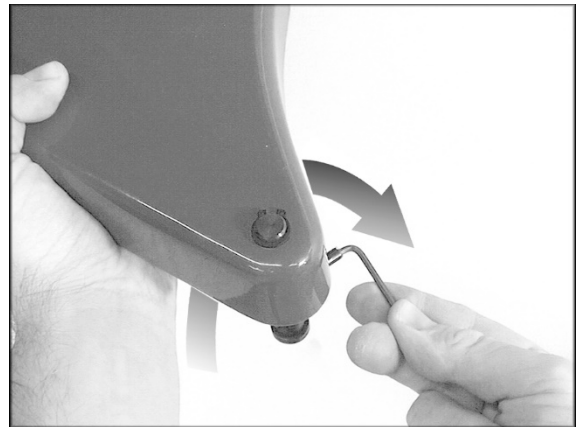

Рис. 6-2
2. С помощью ключа поверните штифт по часовой стрелке, как показано на Рис. 6-2, и удерживайте его в этом положении.